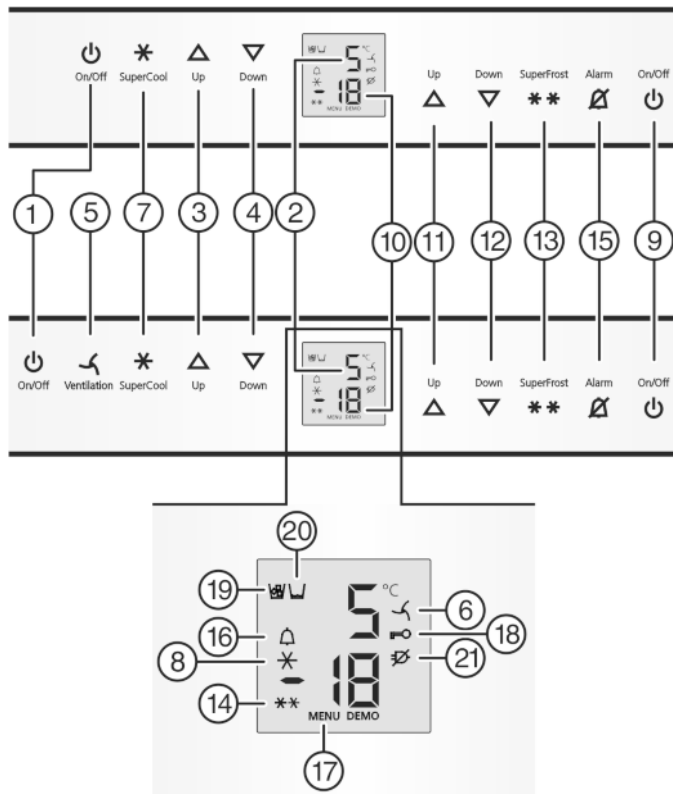

Fig. 2
- Toets On/Off vriesgedeelte Fig. 2 (9) indrukken.
- Toets On/Off koelgedeelte Fig. 2 (1) indrukken.
- ▷ Het koelgedeelte is ingeschakeld: temperatuurweergave koelgedeelte Fig. 2 (2) brandt. Bij het openen van de deur van het koelgedeelte gaat de binnenverlichting aan.
- Instelmodus activeren: toets SuperFrost Fig. 2 (13) ca. 5 s indrukken.
- ▷ Het symbool Menu Fig. 2 (17) is verlicht.
- Druk kort op de toets SuperFrost Fig. 2 (13) om te bevestigen.
- om de kinderbeveiliging in te schakelen, drukt u kort op de toets SuperFrost Fig. 2 (13).
- ▷ Het symbool kinderbeveiliging Fig. 2 (18) brandt. Op de display knippert c.
- ▶ om de kinderbeveiliging uit te schakelen, drukt u kort op de toets SuperFrost Fig. 2 (13).
- ▷ Het symbool Kinderbeveiliging Fig. 2 (18) dooft. Op de display knippert **c**.
- ▶ Instelmodus deactiveren: toets On/Off vriesgedeelte Fig. 2 (9) indrukken.
- ▶ Toets Alarm Fig. 2 (15) indrukken.
Tegelijkertijd knipperen de temperatuurdisplay en het symbool Alarm Fig. 2 (16).
Het akoestisch alarm stopt automatisch, het symbool Alarm Fig. 2 (16) gaat uit en de temperatuurdisplay houdt op met knipperen, wanneer de temperatuur weer laag genoeg is.